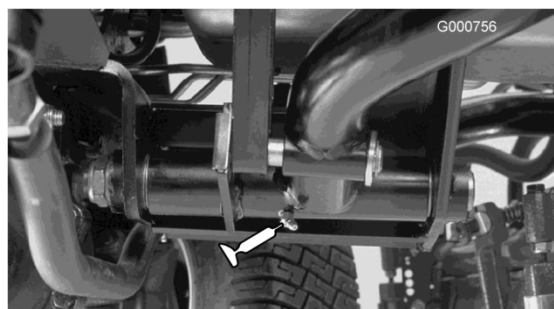

Figura 36
- Pivotes de los brazos de elevación traseros (2) (Figura 36)